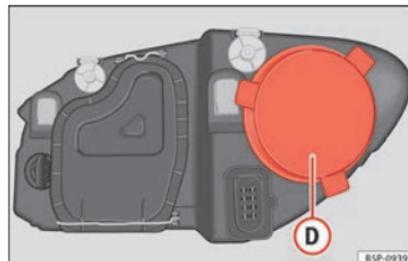

Fig. 182 Luce di posizione.
- Rimuovere la copertura »» fig. 182 D tirandola.